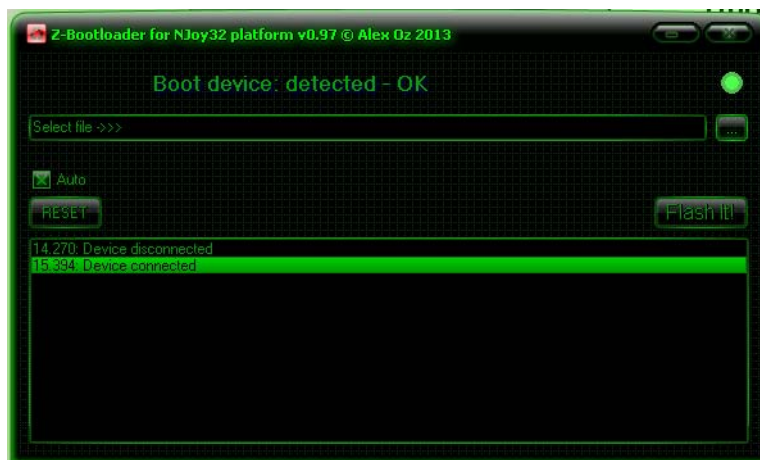

Рис. 2.6.
2. Запустите Конфигуратор контроллера, сохраненный в файле *VKBDevCfg-C.exe* выделите в списке имя контроллера и нажмите кнопку **Bootloader** на вкладке **Tools**. На экране появится окно программы прошивки (рис. 2.6)
4. Удерживая джампер замкнутым, подключите контроллер к порту USB. После этого разомкните джампер. В окне программы прошивки должно появиться сообщение об успешном подключении устройства (рис. 2.6 на с. 16). Дальнейшие действия по прошивке не отличаются от рассмотренных в разделе 2.2.1 на с. 16.